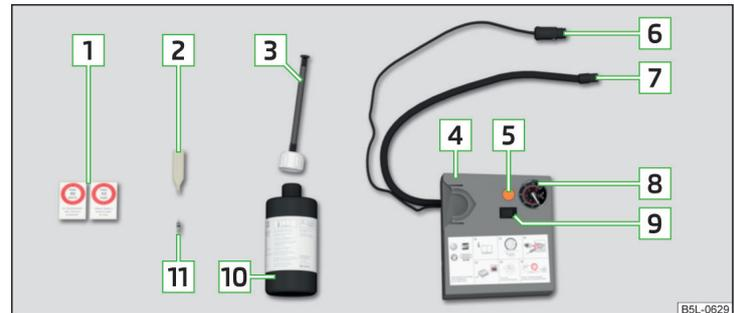

Fig. 186 Schéma de principe : composants du kit de dépannage
Composants du kit » fig. 186
- > Collez l'autocollant **1** » **fig. 186 à la page 179** sur le tableau de bord dans le champ de vision du conducteur.
- > Secouez énergiquement le flacon de produit de colmatage des pneus **10** » **fig. 186 à la page 179** pendant quelques secondes.
- > Vissez fermement le flexible de gonflage des pneus **7** » **fig. 186 à la page 179** du gonfleur sur la valve du pneu.